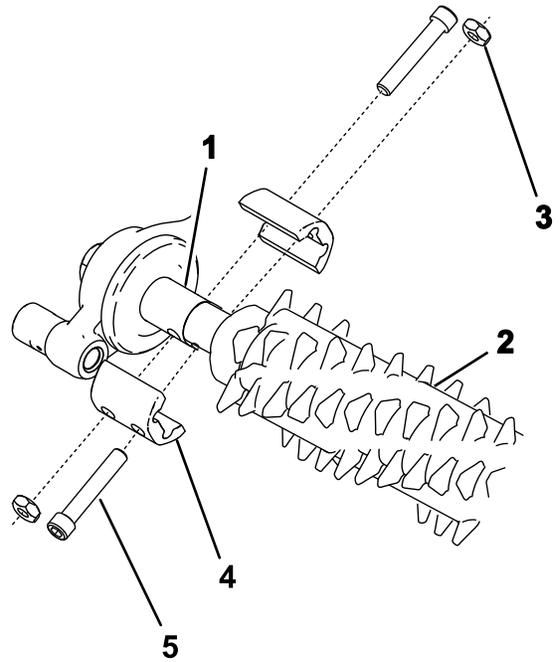

Figura 16
2. Alinee el conjunto de groomer con los ejes de transmisión de la caja de transmisión del groomer y de la polea tensora (Figura 16).
3. Fije el groomer a la máquina, tal y como se muestra en la Figura 16 y apriete los pernos.